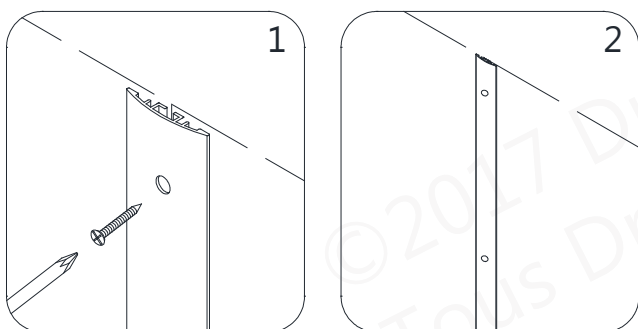

Fig 9
9. Installez la **bande d'étanchéité du centre (N° 05)** au centre du mur arrière avec des **vis à tête fraisée ST4.2×30 (N° 07)**. Ne serrez pas encore complètement les vis. Pour l'instant, gardez une marge entre le mur et la **bande d'étanchéité du centre (N° 05)**. (**Fig. 9**)